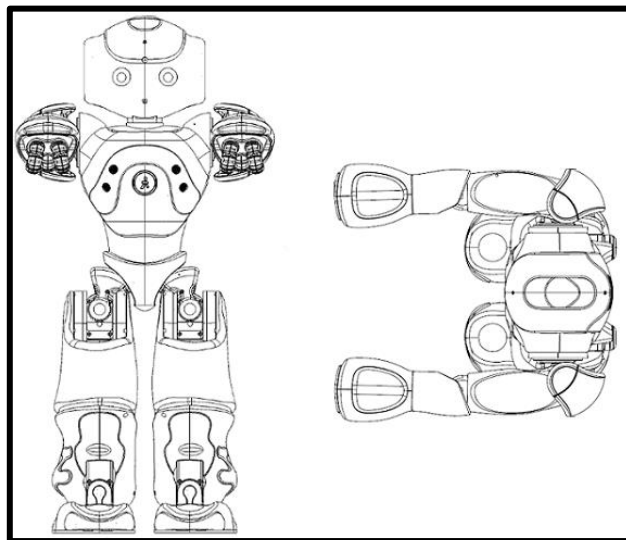

Figura 7– Posición de Nao con cuerpo y cabeza alineados.
- La cabeza y el cuerpo del robot deben encontrarse alineados, de forma que el agarre se realice siempre en la dirección a la que apunta la cabeza y evitar así posibles errores. La posición buscada es la mostrada en la figura 7.